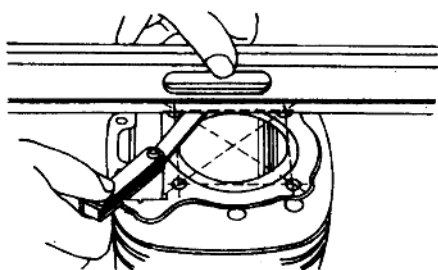

图 1-5 检测气缸体端面变形情况
(4)气缸体端面变形的检修方法:如图1-5所示,用直尺靠在气缸体端面上,然后用塞尺测量直尺与气缸盖端面间的间隙,且要多测几个点的间隙。若测量值大于使用极限值 0.05 mm ,则应研磨气缸体端面,其方法参见气缸盖端面变形的检修方法。若气缸体端面变形值过大,采用上述研磨方法修理将会使燃烧室容积变小而使压缩比增大,引起发动机爆震,应更换气缸体。